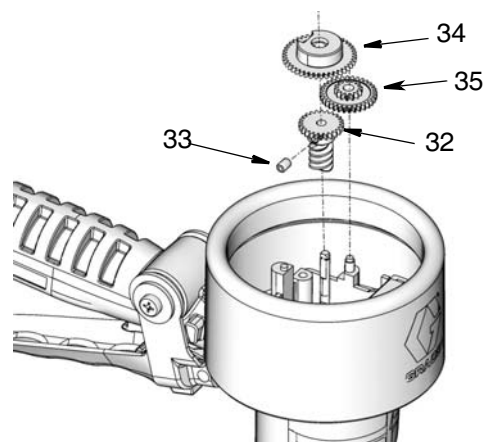

FIG. 18
6. Avec une clé hexagonale de 2 mm, déposez la vis sans tête (33) des roues dentées. Déposez les roues dentées (32, 34, 35) (FIG. 18).